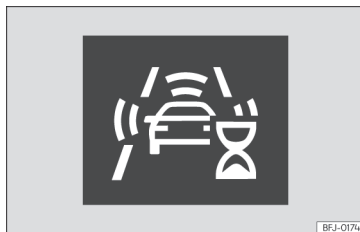

Fig. 148 En la pantalla del cuadro de instrumentos: indicación de autocalibración inicial del sistema.
- Durante los primeros instantes de conducción tras conectar el encendido, a causa de la autocalibración inicial del sistema. Durante ese periodo se muestra un icono de estado »» fig. 148.